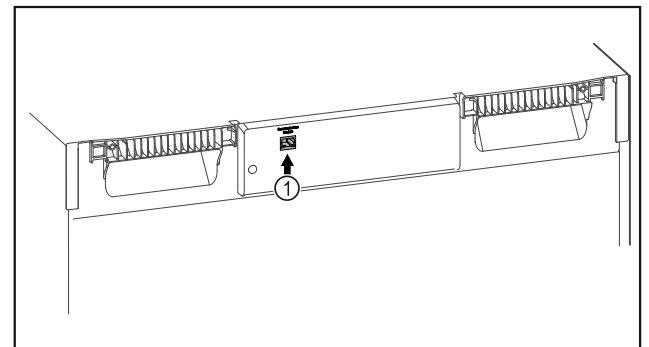

Fig. 98
- SmartModule Fig. 98 (I) er installert.